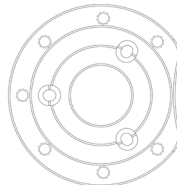

Fig. 1
2. Piastra coperchio, da 6" a 9,25" Fig.1